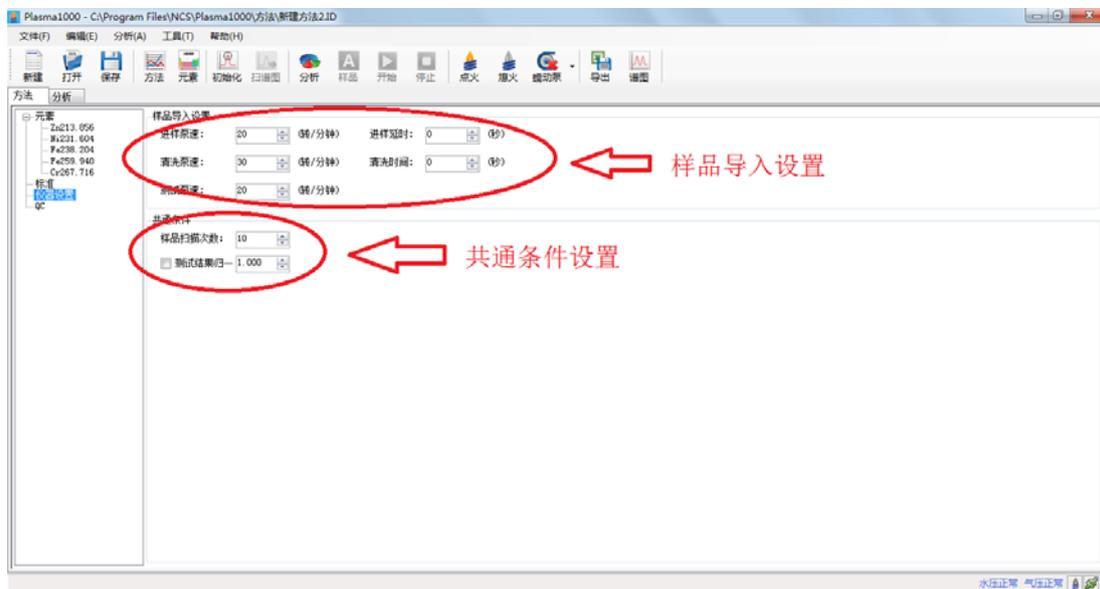

图 14 仪器条件的设置
6) 进入**仪器设置**界面，设置仪器操作条件包括样品导入条件的设置和等离子体条件的设置。样品导入设置包括：进样泵速、进样延时、清洗泵速和清洗时间。等离子体条件（共通条件）的设置包括：等离子体气体流量、辅助气流量、雾化气压力、功率和样品扫描次数。如图 14 所示。